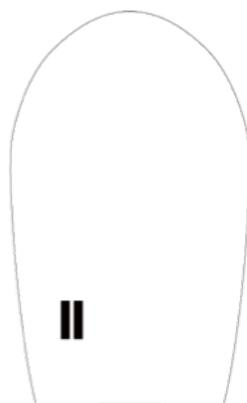

FIGURE 8
1. Un bip retentit et l'indicateur d'arrêt automatique clignote (Figure 8) pour indiquer que l'appareil est en mode arrêt automatique.